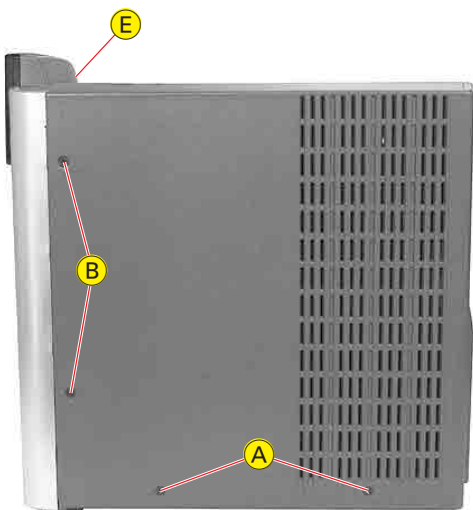

Fig. 1
- Beim Zusammenbau Gehäuseoberteil an der Front (E), (Fig. 1) einhängen und Gerät schließen.